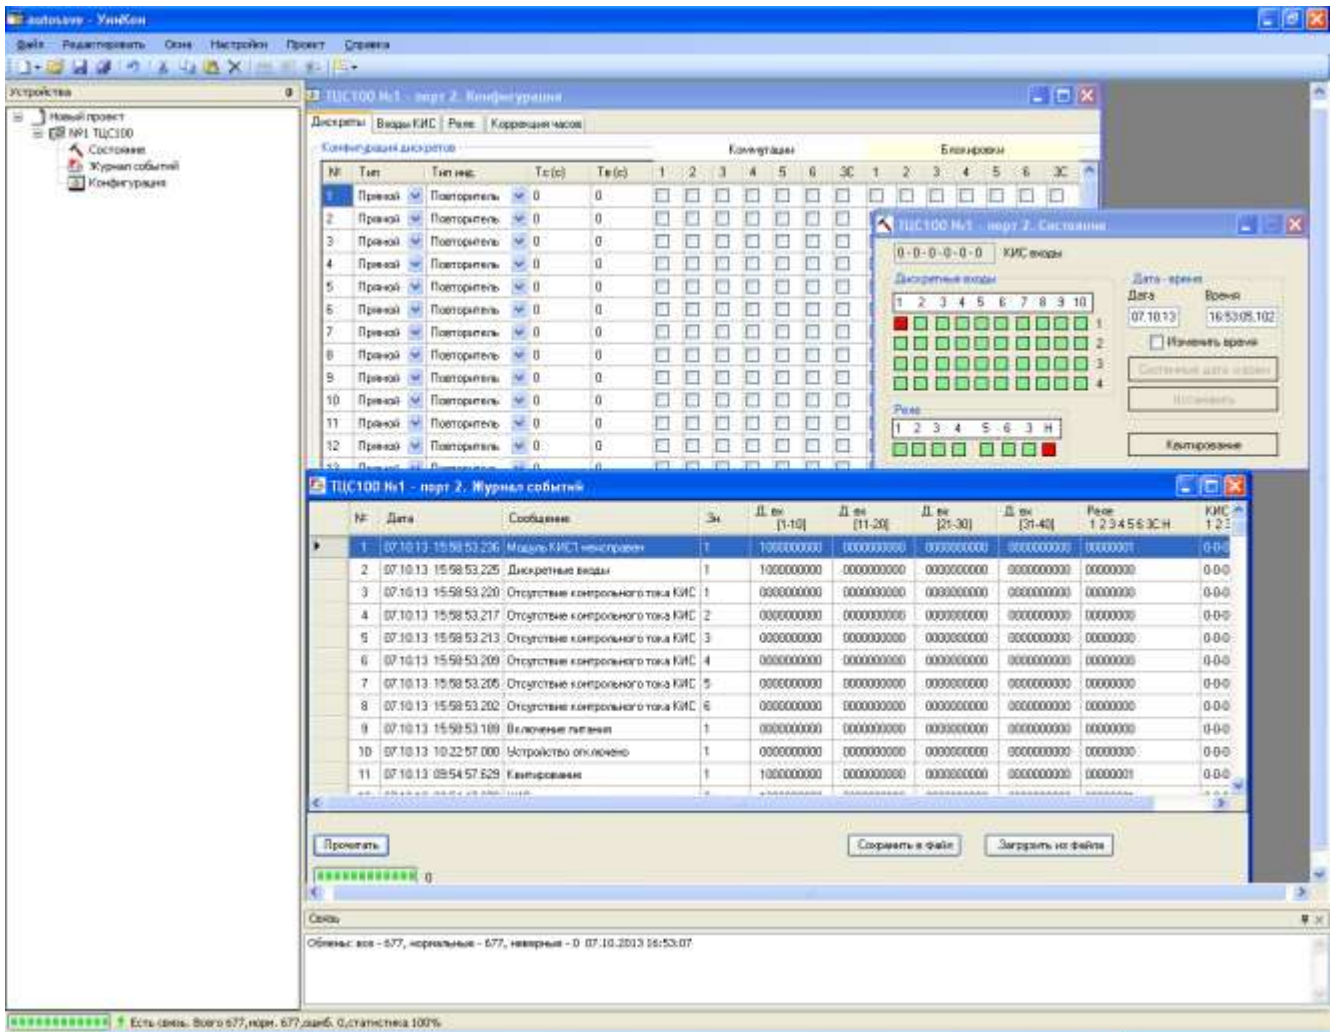
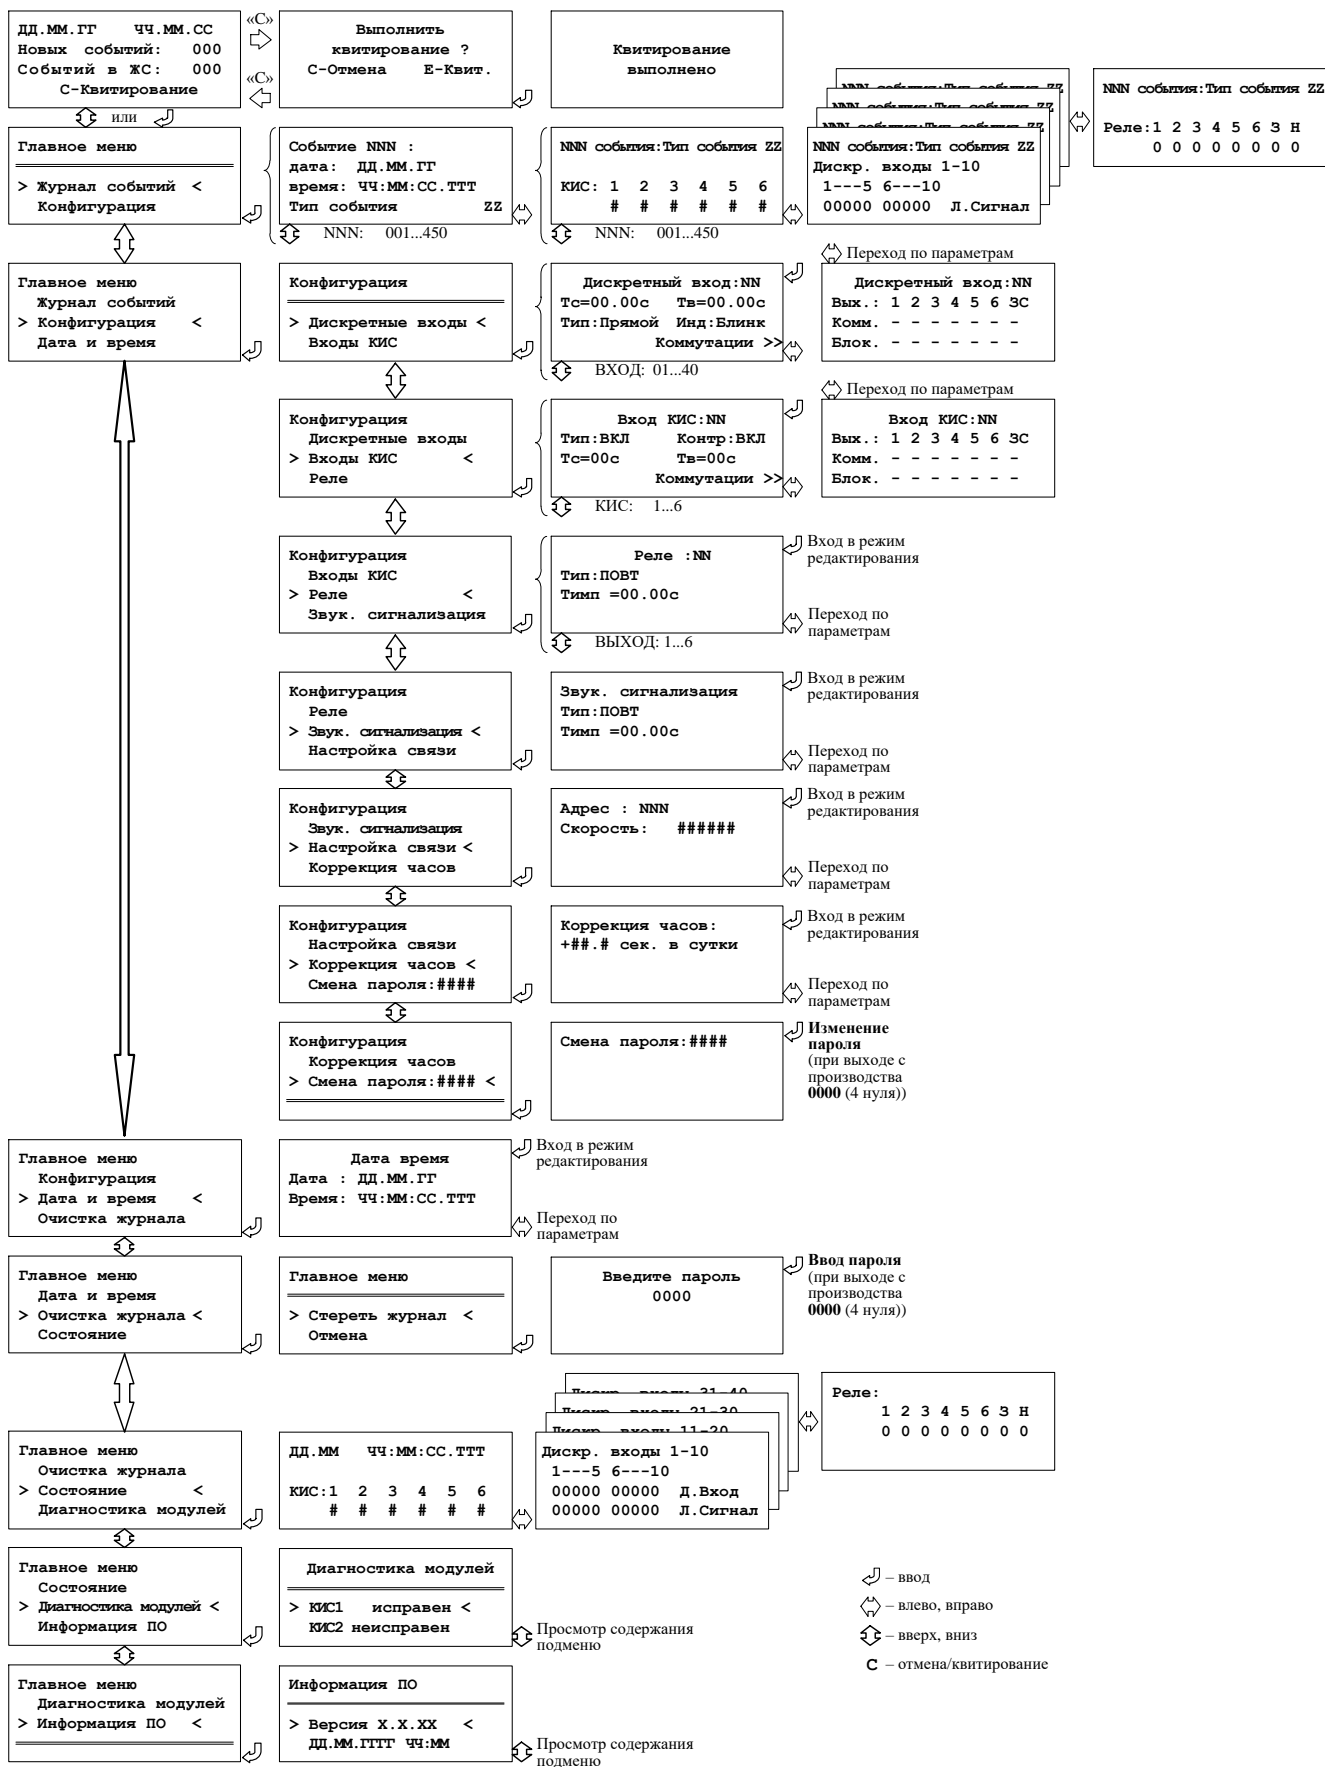
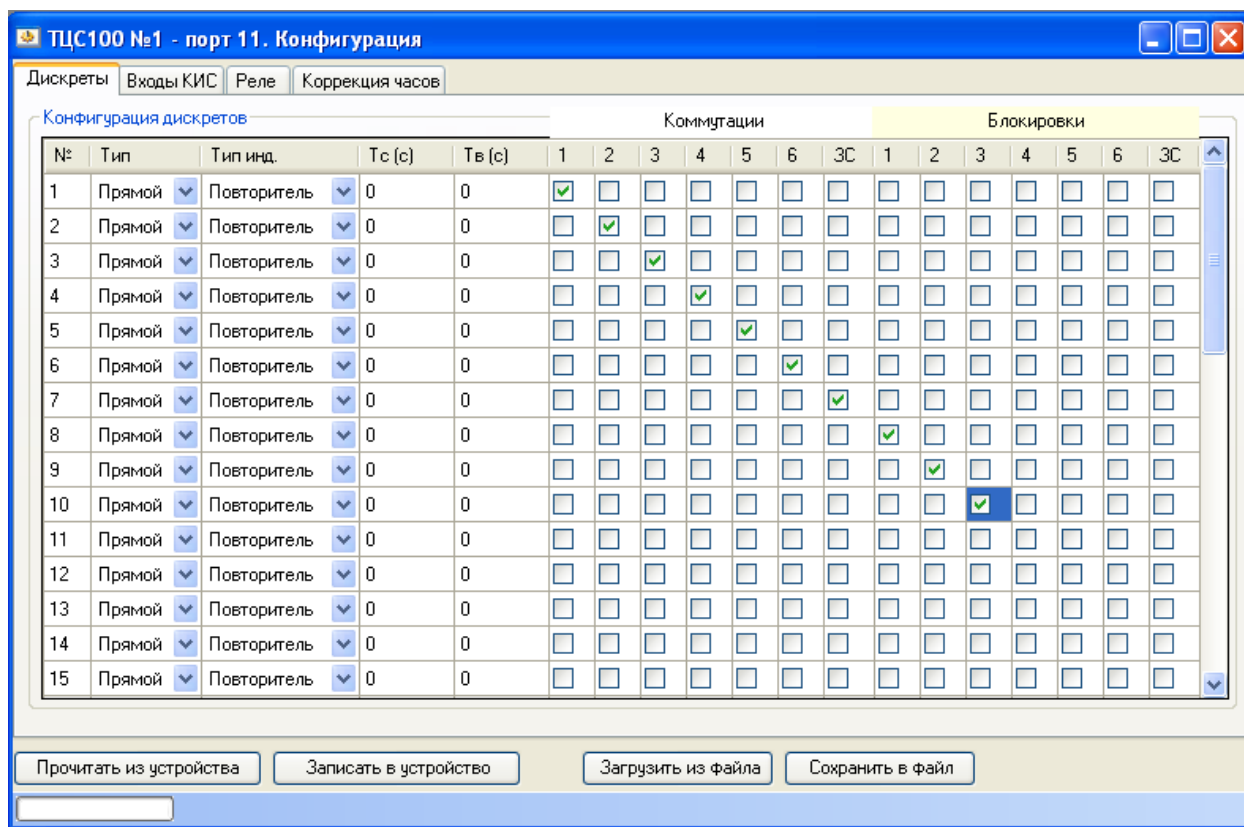

Рисунок 1.3 – Программный комплекс «УниКон»
Рисунок 1.4 – Структура меню
Рисунок 1.5 – Конфигурация дискретных входов с помощью «УниКон»
1.4.1.2 Конфигурация ТЦС, просмотр журнала событий и текущего состояния системы осуществляется с помощью программного комплекса «УниКон» (рисунок 1.3) или непосредственно с пульта ТЦС (рисунок 1.4).
1.4.2.1 На передней панели ТЦС расположен ЖКИ, позволяющий отображать 4 строки по 20 символов. Вся информация, выводимая на ЖКИ, делится на кадры (рисунок 1.4).
1.4.3.1 ТЦС обеспечивает регистрацию до 450 последовательных событий в «Журнале событий» с фиксацией времени, даты и текстового сообщения о событии (рисунок 1.3).
1.4.3.3 Для просмотра записей в «Журнале событий» с пульта ТЦС необходимо выбрать соответствующую позицию в «Главном меню» (рисунок 1.4) и войти в нее, нажав кнопку «ВВОД».
1.4.4.1 Для просмотра и изменения конфигурации ТЦС с помощью пульта выбирается соответствующая позиция в «Главном меню» (рисунок 1.4).
1.4.5.3 Настройка дискретных входов осуществляется в подменю «Дискретные входы» (при помощи пульта ТЦС - рисунок 1.4, при помощи программного комплекса «УниКон» – рисунок 1.5), где для каждого из входов задается: